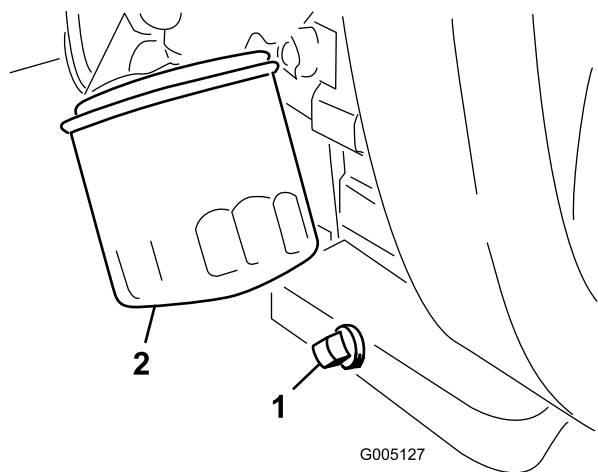

Figura 44
1. Togliete il tappo di spurgo (Figura 44) e lasciate defluire l'olio in una bacinella. Quando l'olio cessa di defluire, rimontate il tappo.
2. Togliete il filtro dell'olio (Figura 44). Spalmate un leggero strato di olio pulito sulla nuova guarnizione del filtro.